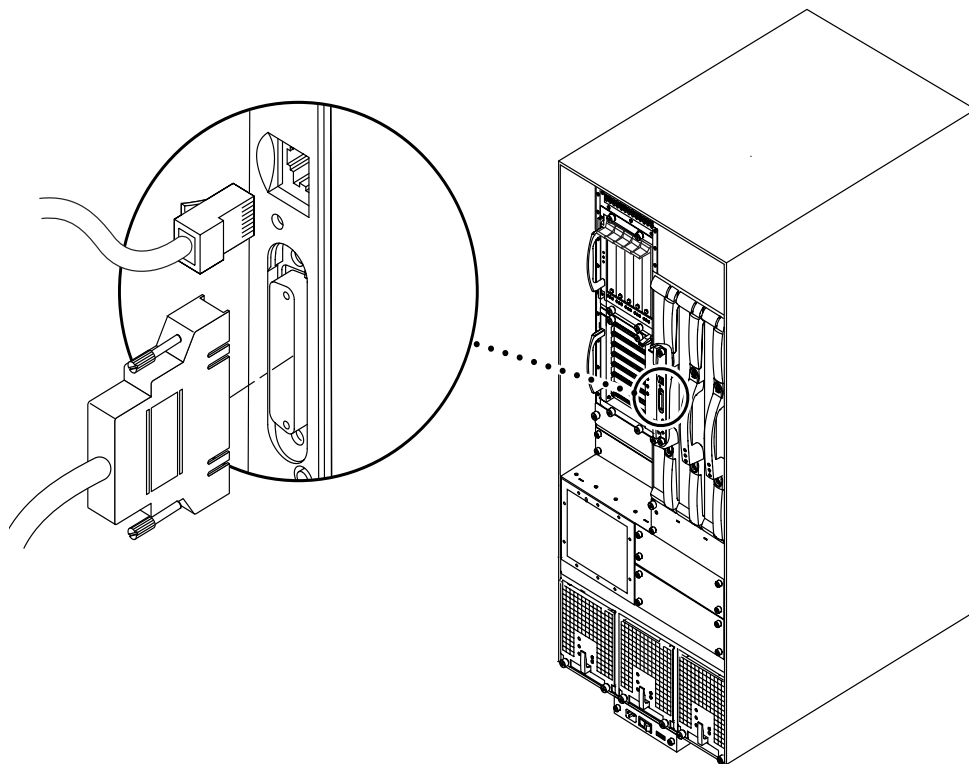

图 3-2 Sun Fire 4810 系统上的主系统控制器连接
1. 将串行缆线的一端（TTYa 或空调制解调器）连接到主系统控制器板上的串行端口（图 3-2）。